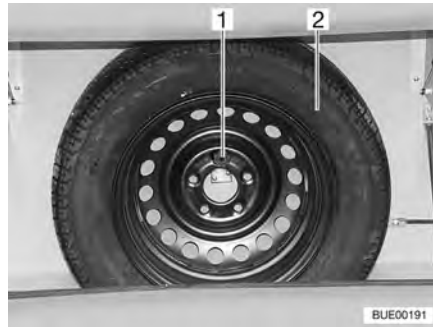

Fig. 222 Soporte para rueda de repuesto
El soporte para la rueda de repuesto está instalado en la caja para bombonas de gas. Pagando un sobreprecio puede obtener la rueda de repuesto (Fig. 222,2).
- Soltar el tornillo (Fig. 222,1).
- Sacar la rueda de repuesto (Fig. 222,2).